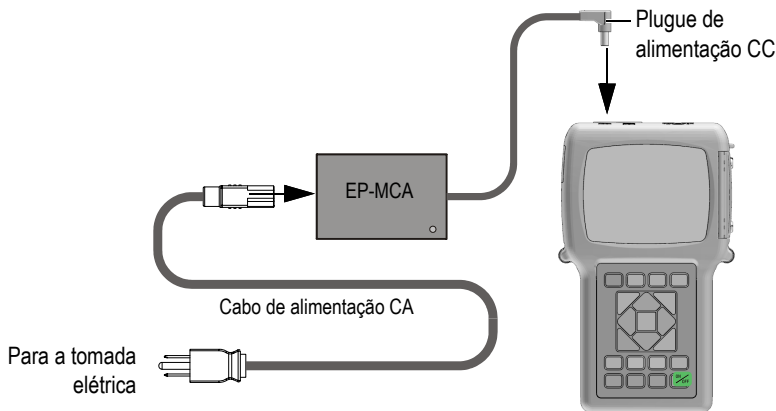

Figura 2-2 Conectar o carregador/adaptador
1. Conecte o cabo de alimentação CA no carregador/adaptador (P/N: EP-MCA [U8767042]) e, em seguida, em uma tomada apropriada (veja Figura 2-2 na página 50).